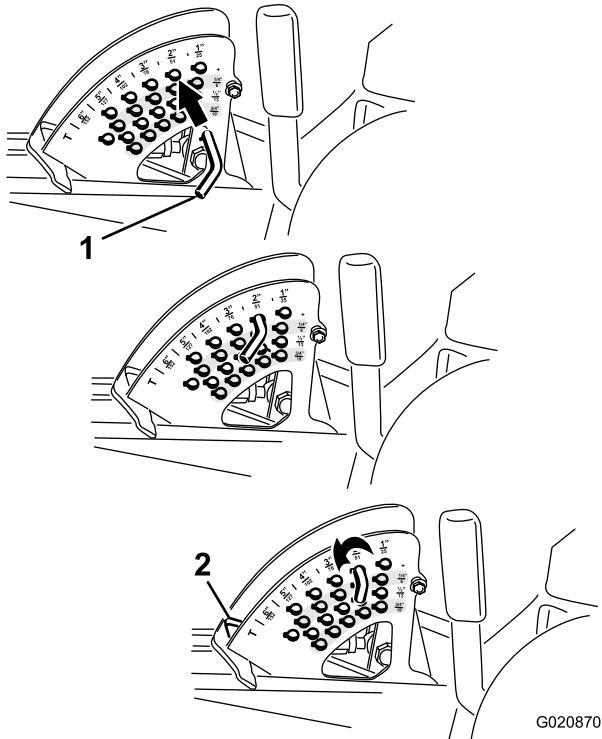

Figura 27
- Rode o pino de bloqueio até que o pino do mesmo fique alinhado com as ranhuras nos orifícios no suporte da altura de corte e remova-o (Figura 27).
- Selecione um orifício, no suporte da altura de corte, que corresponda a altura de corte desejada, insira o pino e rode-o para o bloquear no lugar (Figura 27).
Nota: Existem quatro filas de posições de orifícios (Figura 27). A fila de cima dá-lhe a altura de corte indicada por cima do pino. A segunda fila dá-lhe a altura de corte indicada mais 6 mm. A terceira fila dá-lhe a altura de corte indicada mais 13 mm. A fila de baixo dá-lhe a altura de corte indicada mais 19 mm. Para a posição de 15,8 cm só existe um orifício, colocado na segunda fila. Isto não acrescenta 6 mm à posição de 15,8 cm.